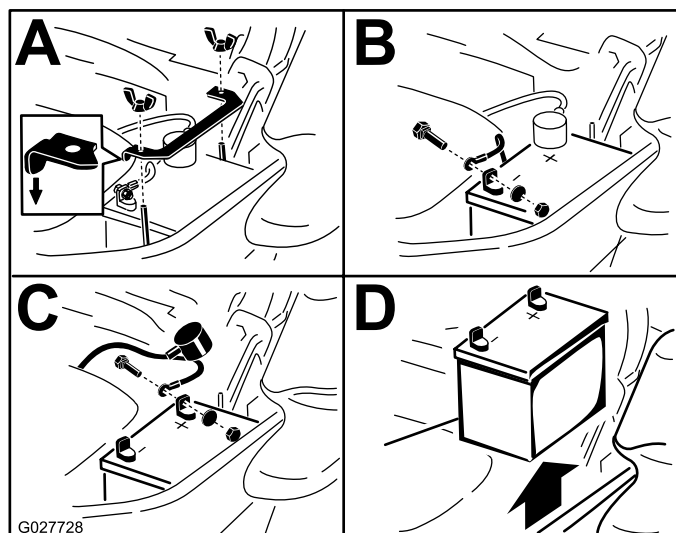

Figura 61
3. Scollegate prima il cavo negativo della batteria (nero) dal morsetto negativo (-)(nero) della batteria (Figura 61).
- Sfilate la guaina rossa dal morsetto positivo (rosso) della batteria e togliete il cavo positivo (+)(rosso) della batteria (Figura 61).
- Togliete il dado ad alette che fissa la fascetta della batteria (Figura 61).
- Togliete la fascetta (Figura 61).
- Posizionate la batteria nel vassoio, con i poli in posizione opposta al serbatoio idraulico (Figura 61).
- Fissate i cavi con 2 bulloni, 2 rondelle e 2 dadi di bloccaggio (Figura 61).
- Montate la fascetta e fissatela con il dado ad alette (Figura 61).